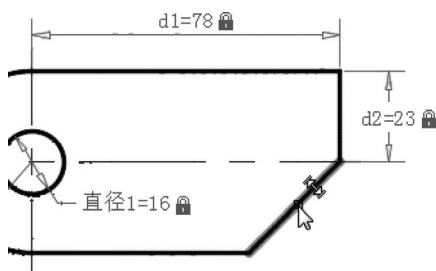
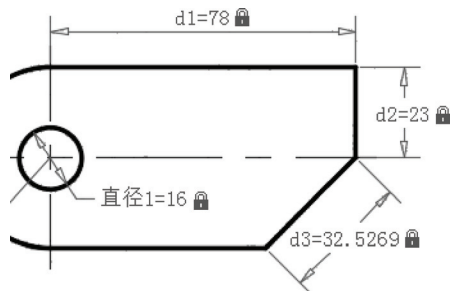

图 11-29 选择倾斜的直线对象
图 11-30 创建对齐标注约束
7) 创建对齐标注约束。单击“对齐标注约束”按钮，在“指定第一个约束点或 [对象(O)/点和直线(P)/两条直线(2L)] <对象>:”提示下输入“O”，并按〈Enter〉键以确认选择“对象”选项，选择图 11-29 所示的直线对象，接着指定尺寸线位置，按〈Enter〉键接受默认的标注表达式（值），从而完成图 11-30 所示的对齐标注约束。